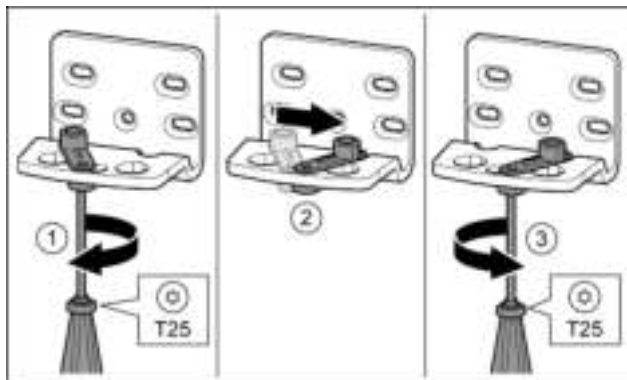

Fig. 16
- ▶ Schroef met de schroevendraaier T25 los draaien. Fig. 16 (1)
- ▶ Deurslithulp optillen en 90° naar rechts in de opening draaien. Fig. 16 (2)
- ▶ Schroef met schroevendraaier T25 vastschroeven. Fig. 16 (3)